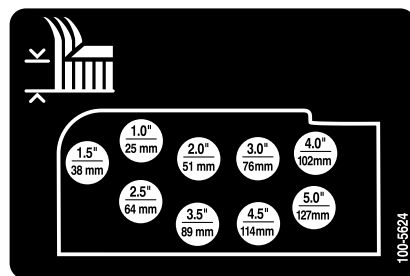

Рисунок 20
10. Закрепите цепи регулировки высоты скашивания в требуемом отверстии с помощью шплинуемого штифта и игольчатого шплинта (**Рисунок 20**).